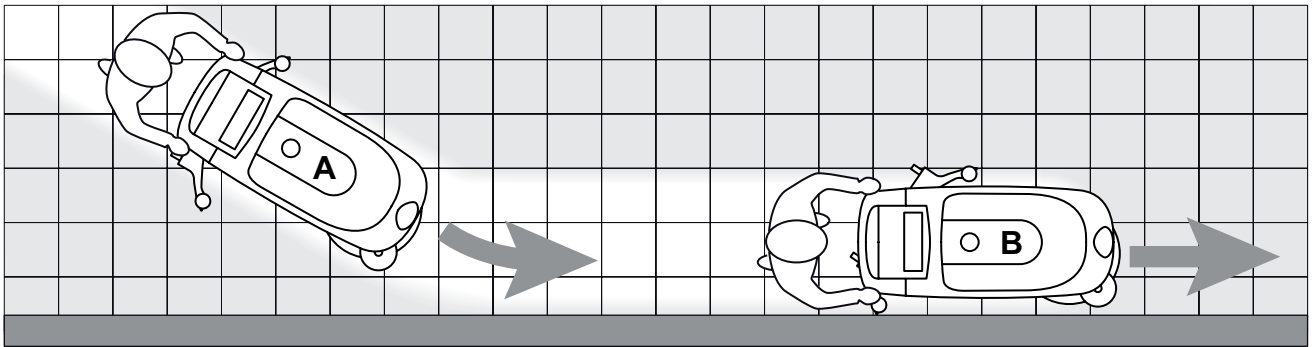

Рис. 4
2. Держите обе руки на ручке управления (2), нажмите кнопки (47), выведите машину и начните чистку/сушку пола.
3. Если необходимо, остановите машину и отрегулируйте балансировку маховика (23) швабры.
4. Если необходимо, отрегулируйте количество раствора с помощью рычага (36).
*Прежде чем поднимать щетку/прокладку, выключите ее, отпустив рычаги (47).*
*Для правильного подметания/сушки полов вдоль стен Nilfisk рекомендует проходить рядом со стенами правой стороной машины, как показано на Рис. 4.*